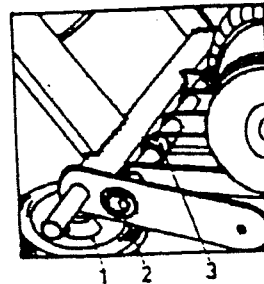
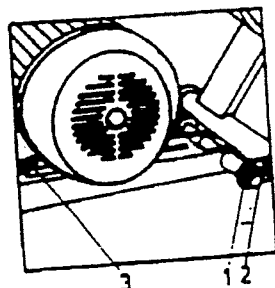

Fig. 7.6
Fig. 7.7
- För att kunna trä på axeln med 30 mm Ø måste hjulet (fig. 7.6, pos. 1) demonteras, axeln tas utifrån igenom den långa plattan (fig. 7.6, pos. 2), därefter igenom hålen på spännskenorna (fig. 7.6, pos. 3) och igenom den andra korta plattan (fig. 7.7, pos. 2) och skall från ytersidan låsas fast med en ställring.
- Lås fast spännskivorna på axeln med hjälp av den påsvetsade ställringen (fig. 7.6, pos 3).